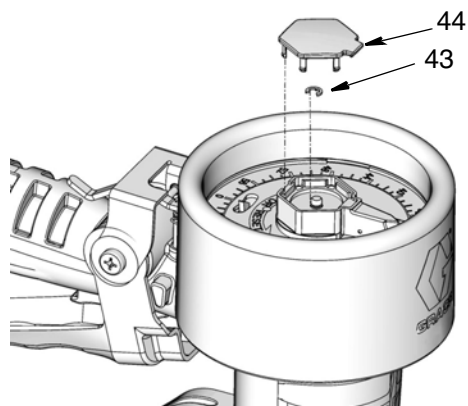

Рис. 35
5. Установите малое стопорное кольцо (43) и крышку (44) (Рис. 35).